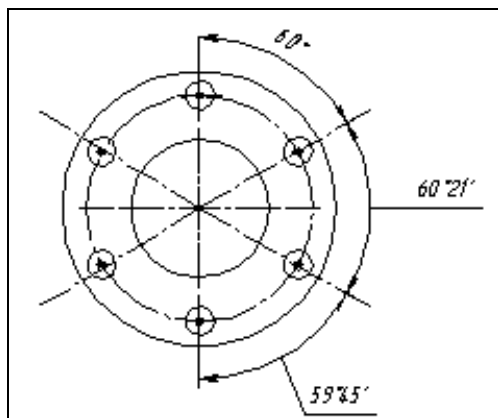

Рис. 11.26. Простановка цепного углового размера
- ◆ следующий угловой размер строится аналогично. Построение цепного углового размера показано на рис. 11.26.